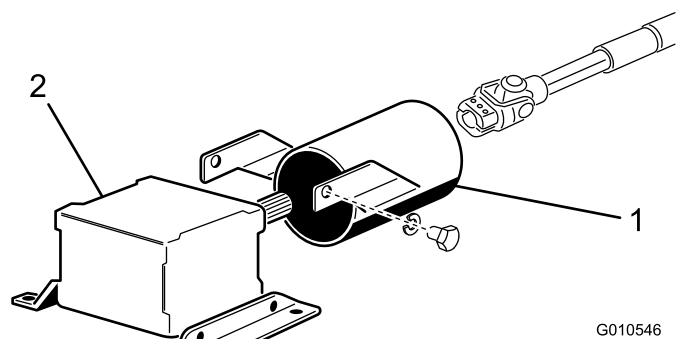

Figura 8
3. Retire os 2 parafusos e anilhas de bloqueio que prendem os suportes de montagem do resguardo da tomada de força à caixa de engrenagens (Figura 8). Guarde todos os dispositivos de fixação para instalar futuramente.
4. Deslize o resguardo do veio da tomada de força no veio da tomada de força, posicionando o resguardo como se mostra em Figura 8.